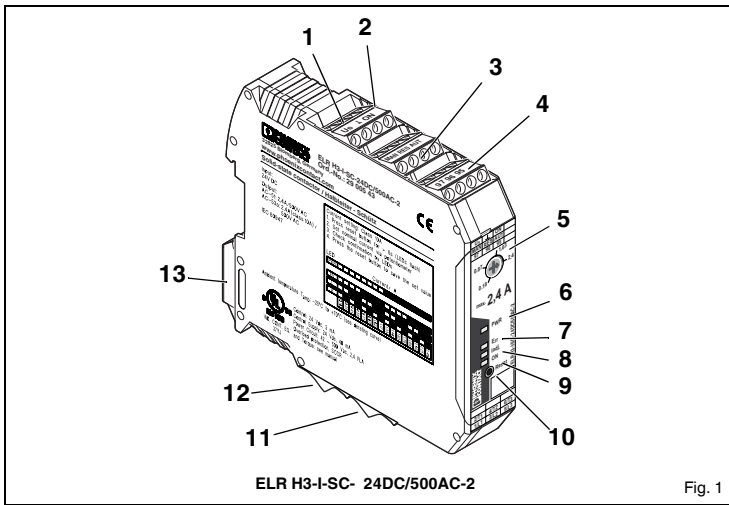

Fig. 1
3.1. Elementos de operação (Fig. 1)